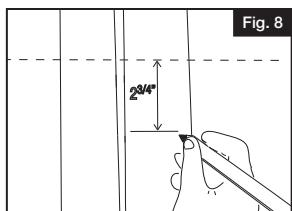

Fig. 8
- 1.** Marquer un trait à $2\frac{3}{4}$ " (7 cm) sous la ligne de tracé de la main courante pour établir l'emplacement du support d'angle intérieur (Fig. 8).